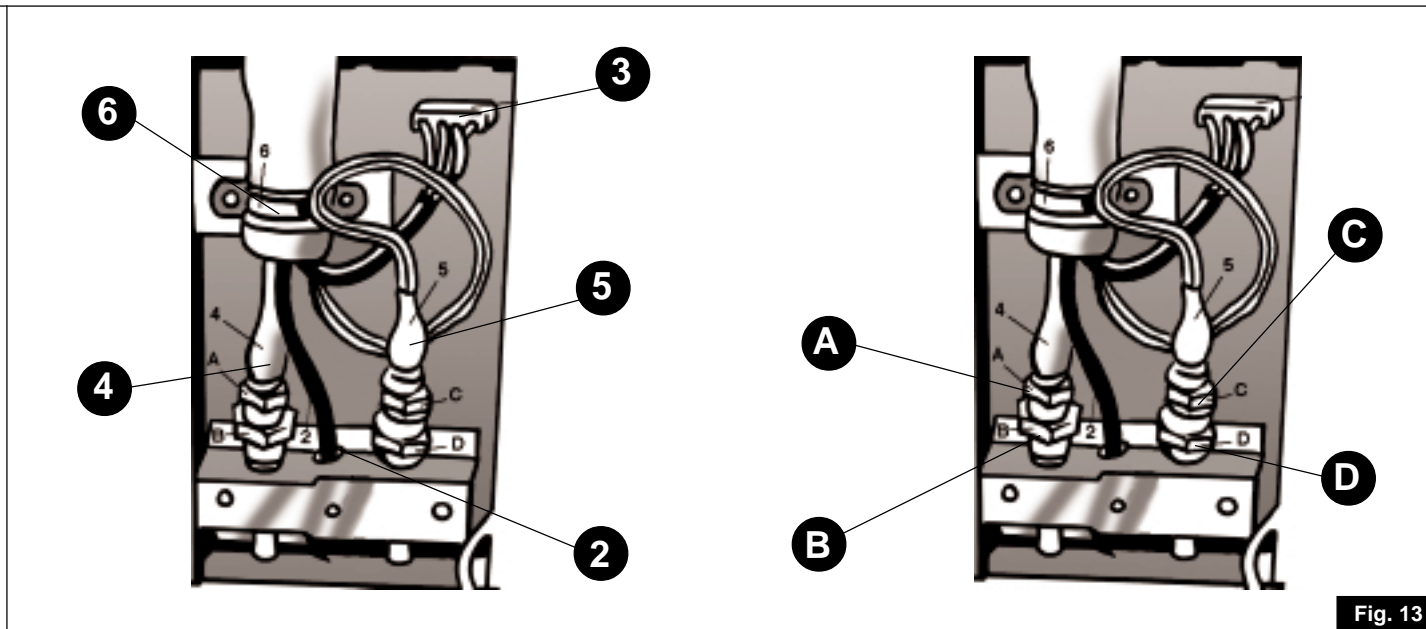

Fig. 13
- ☞ Quitar el tornillo que fija la protección (1) a la parte trasera del climatizador.
- ☞ Separar del porta manguera (2), el tubo de conducción del agua de condensación.
- ☞ Desconectar - ejerciendo presión sobre las leugüetas externas - el conector eléctrico (3).
- ☞ Aflojar la abrazadera metálica (6) que fija el tubo flexible.
- ☞ Desatornillar los dos empalmes rápidos (4) y (5), actuando de la siguiente manera: durante la separación de los empalmes rápidos tener cuidado de que los mismos, mientras se aflojan, no se inclinen, causando la salida del gas de refrigeración. Respetar las normas de seguridad para las "operaciones con este tipo de gases".
- RACCORDO SINISTRO (4)
- Con una chiave da 19 mm tenete bloccata la parte fissa del raccordo femmina (Fig. 13 Part. A).
- Con una chiave da 24 mm svitate, ruotando in senso antiorario l'elemento mobile del raccordo femmina (Fig. 13 Part. B) sino al completo distacco.
- RACCORDO DESTRO (5)
- Con una chiave da 21 mm tenete bloccata la parte maschio del raccordo (Fig. 13 Part C) collegata alla linea flessibile.
- Con una chiave da 24 mm svitate girandola in senso orario, l'elemento mobile del raccordo femmina fissato alla macchina (Fig. 13 Part. D) sino al completo distacco delle due parti.
- Imboccate la parte femmina del raccordo sulla parte maschio fissata alla macchina avvitando manualmente l'elemento mobile della parte femmina (Fig. 13 Part. B) in senso orario.
- RACCORD DE GAUCHE (4)
- Bloquer la partie fixe du raccord femelle (Fig. 13, Détail A) au moyen d'une clé de 19 mm.
- Dévisser l'élément mobile du raccord femelle (Fig. 13, Détail B) en tournant avec une clé de 24 mm dans le sens contraire des aiguilles d'une montre jusqu' à ce qu'il se sépare complètement.
- RACCORD DE DROITE (5)
- Bloquer la partie mâle du raccord (Fig. 13, Détail C) reliée à la ligne flexible au moyen d'une clé de 21 mm.
- Dévisser l'élément mobile du raccord femelle fixé à la machine (Fig. 13, Détail D) en tournant avec une clé de 24 mm dans le sens des aiguilles d'une montre jusqu' à ce que les deux parties se séparent complètement.
- Enfiler la partie femelle du raccord sur la partie mâle fixée à la machine en vissant à la main l'élément mobile de la partie femelle (Fig. 13, Détail B) dans le sens des aiguilles d'une montre.
- LEFT COUPLING (4)
- Using a 19 mm spanner, hold the fixed female part of the coupling still (Fig. 13 Part A).
- Using a 24 mm spanner, loosen the moving female part of the coupling by turning anti-clockwise (Fig. 13 Part B) until it comes off.
- RIGHT COUPLING (5)
- Using a 21 mm spanner, hold the male part of the coupling connected to the flexible line still (Fig. 13 Part C).
- Using a 24 mm spanner, turn the moving female element of the coupling that is fixed to the unit clockwise to loosen (Fig. 13 Part D) until the two parts separate.
- Fit the female part of the coupling on the male part fixed to the unit, manually screwing in the moving element of the female part clockwise (Fig. 13 Part B).
- Complete the operation, keeping the fixed female part of the coupling still (Fig. 13 Part A) using a 19 mm spanner and turning the moving element clockwise until it is completely tightened.
- LINKER ANSCHLUSS (4)
- Das Teil "A" mit einem 19 mm Gabelschlüssel festhalten (Fig. 13).
- Teil "B" mit einem 24 mm Gabelschlüssel entgegen dem Uhrzeigersinn zügig losschrauben, bis sich die Leitung trennen läßt (Fig.13).